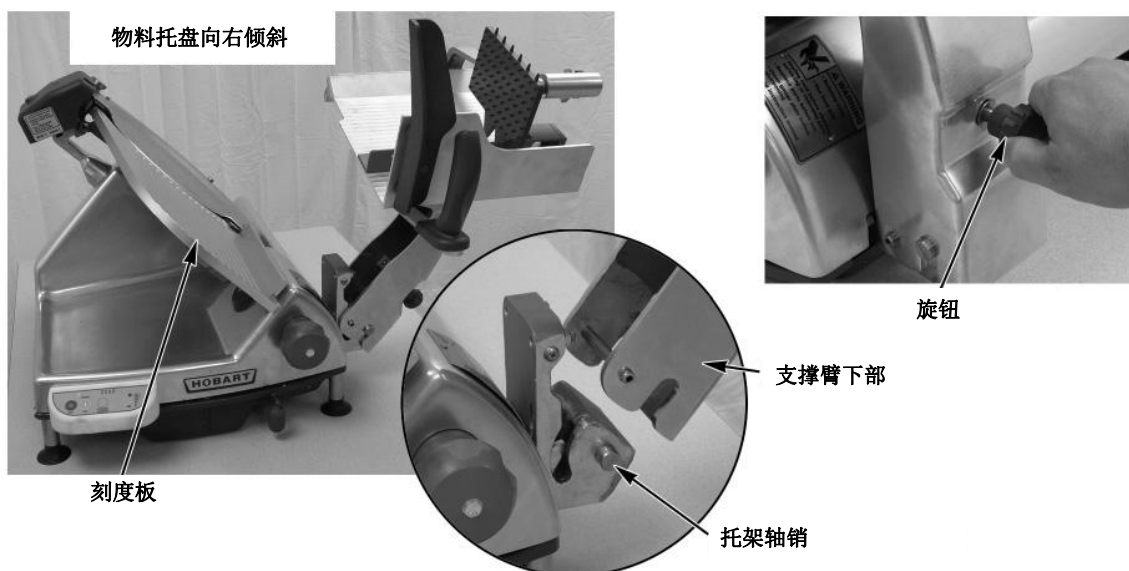

图10
- 拧松支撑臂上旋钮（图10），将物料托盘向右倾斜（图10）。